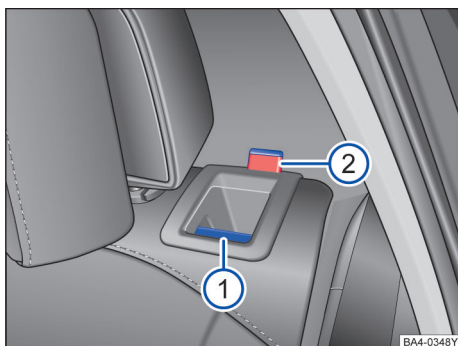

图 58 后排座椅靠背：分离按钮 ①；红色标记 ②
- 向前拉分离按钮 ⇒ 图 58 ①，同时前折靠背。
- 松开后排座椅靠背后应能看见按钮上的红色标记 ②。